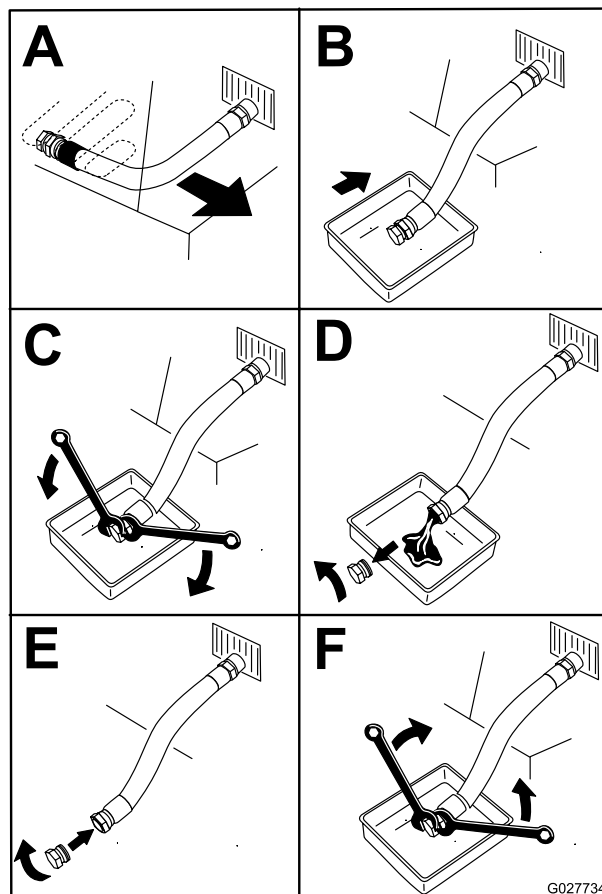

Figure 51
5. Vidangez l'huile moteur (Figure 51).